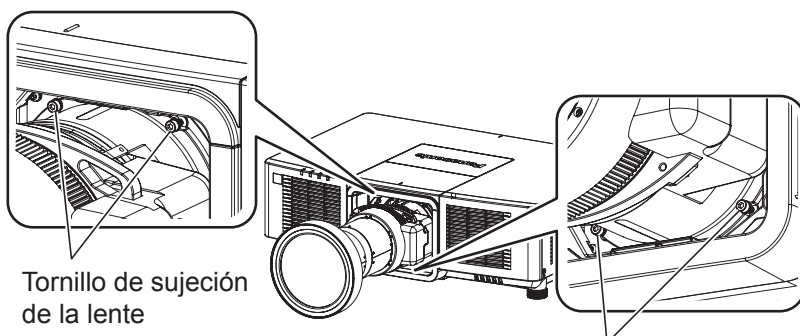

Figura 7
- Al conectar la lente de zoom (Modelo N.º: ET-EMU100) al proyector, utilice el destornillador hexagonal de punta redondeada suministrado con la lente de zoom (Modelo N.º: ET-EMU100) para fijar la lente a los orificios de tornillo (4 ubicaciones) alrededor de la lente de proyección. (Figura 7)